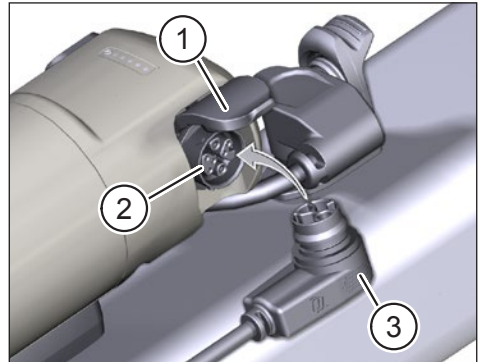

Abb. 9: Range Extender Laden
- ▶ Klappen Sie die Abdeckung (Pos. 1 in Abb. 9) am Ladeport des Range Extender auf.
- ▶ Prüfen Sie, ob die Anschlüsse im Ladeport (Pos. 2 in Abb. 9) frei von Schmutz sind und reinigen Sie sie gegebenenfalls.
- ▶ Stecken Sie den Ladestecker (Pos. 3 in Abb. 9) des Charger in den Ladeport des Range Extender.